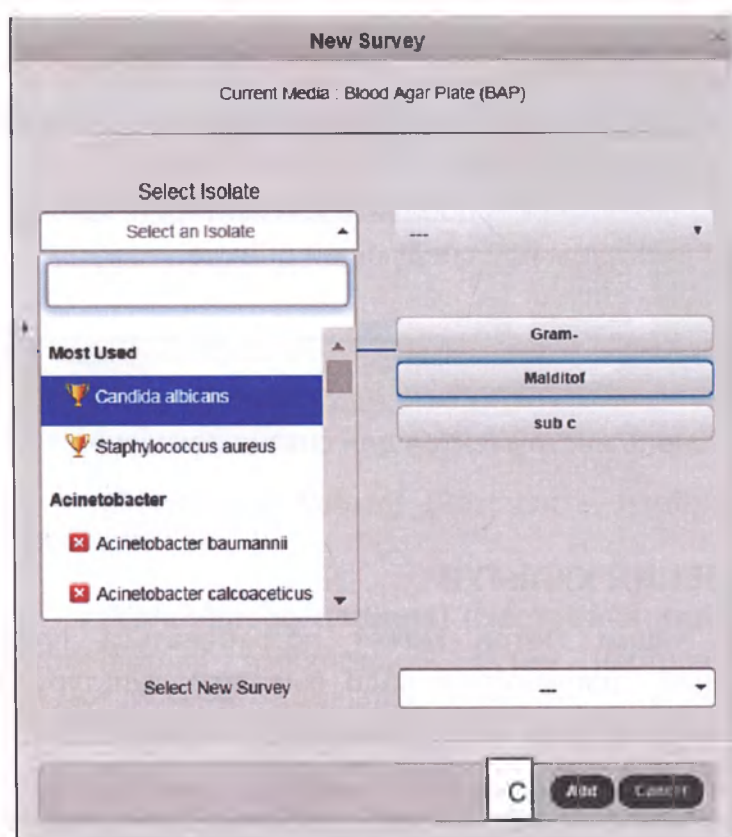

Рисунок 2.34 Меню <New survey>
3. Откроется окно **<New Survey>** (Рисунок 2.34).
4. В левом окне выбрать культуру (A).
5. В правом окне выбрать лабораторную задачу (B), если это еще не сделано.
6. Нажать кнопку [Add] (Добавить) (C).